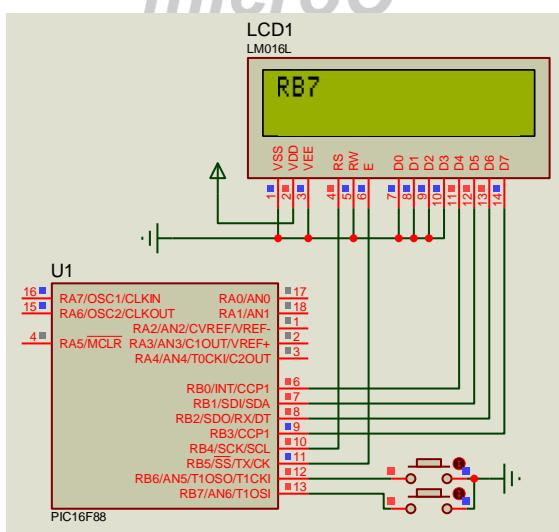

Figura 7.8 Circuito del problema RB3.c
**RB3.c:** Dos pulsadores conectados en RB7 y RB6 producen una interrupción cada vez que se pulsan (figura 7.8). En el LCD aparece el nombre del pulsador activado: “RB7” o “RB6”. *LCD*